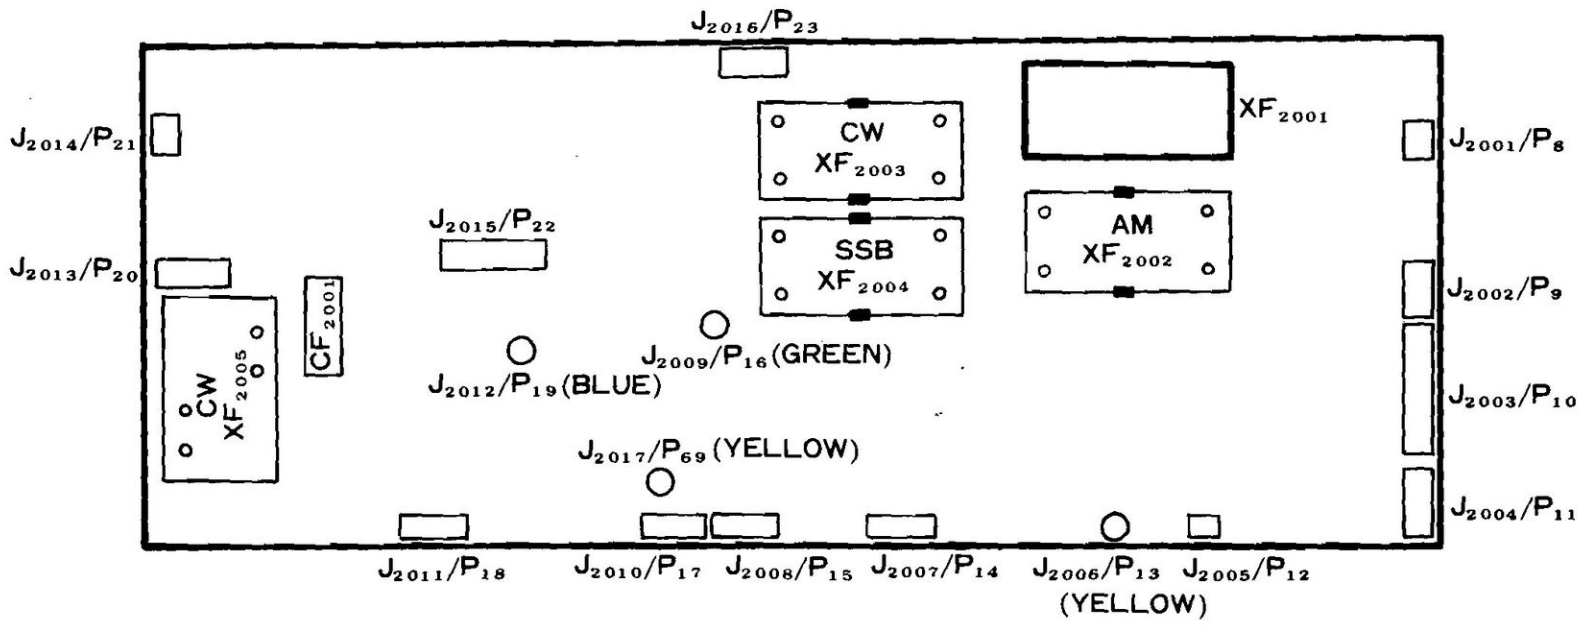

Figure 5
3. Adagiare L'FT-102 sulla sua parte destra in modo che, sollevando accuratamente un lato dell'unità IF, sia possibile accedere alle saldature. Può darsi sia necessario staccare qualche connettore, in tale caso riferirsi anche alla Fig.5 e prendere accuratamente nota della loro ubicazione.